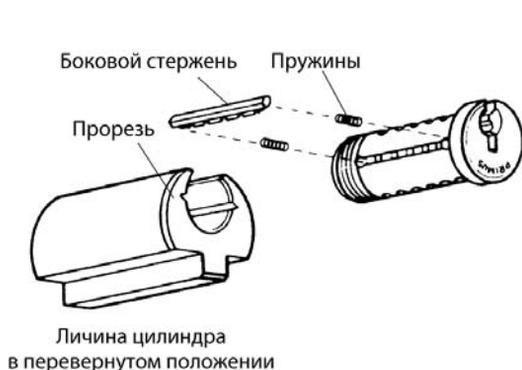

Рис. 7.26. Вставка личины верхней стороной вниз (С разрешения компании Schlage Lock Company)
1. Вставить две пружины бокового стрежня в личину цилиндра. Закрепить личину цилиндра верхней стороной вниз в приспособлении для удерживания личины, при этом боковой стержень должен входить в прорезь в удерживающем устройстве (рис. 7.26).